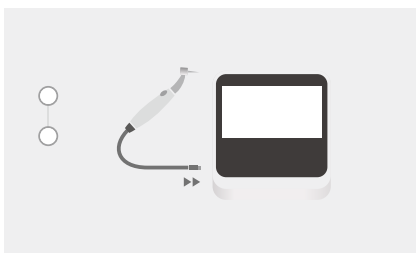

Рис. 38 Під'єднайте робочий інструмент
- На екрані з'явиться очікування підключення робочого інструмента (рис. 38).